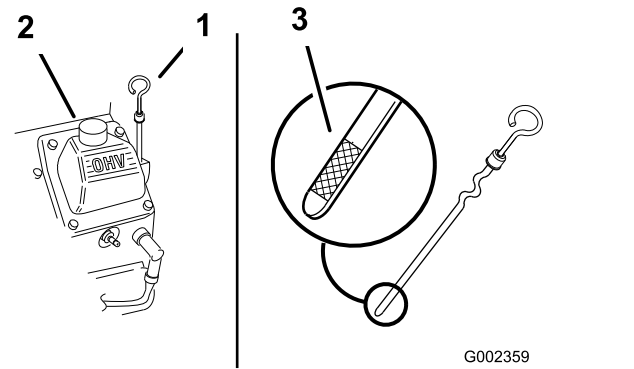

Figura 44
2. Limpe a zona em redor da vareta de óleo (Figura 44), para evitar que entre sujidade no orifício de enchimento e possíveis danos no motor.
3. Retire a vareta, limpe-a e volte a colocá-la até ser completamente introduzida (Figura 44).
O nível de óleo deve estar entre as marcas “F” Cheio e “L” Vazio na vareta (Figura 44).
5. Se o nível de óleo se encontrar abaixo da marca “L” Vazio da vareta, retire a tampa do tubo de enchimento (Figura 44) e adicione o óleo especificado até que o nível atinja a marca “F” Cheio.